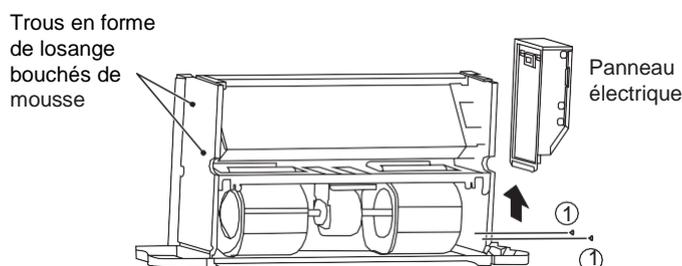

Fig. 5-19 Enlever le panneau électrique et boucher les trous
Comme indiqué sur la figure 5-19, retirez les vis ① * 2 pour sortir le panneau électrique.
Comme indiqué sur la Fig. 5-19, bouchez les trous en forme de losange sur la plaque latérale (la plaque sans les tuyaux d'entrée et de sortie) avec de la mousse.